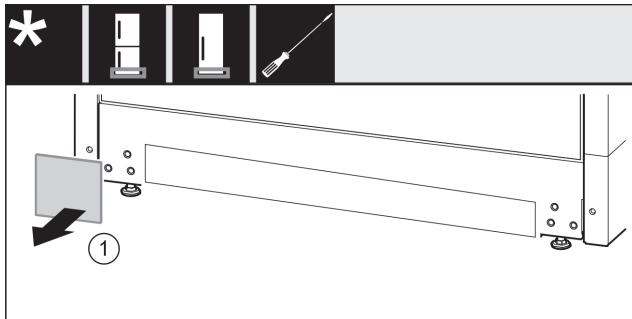

Fig. 29
- Vegye le a fedelet Fig. 29 (1).